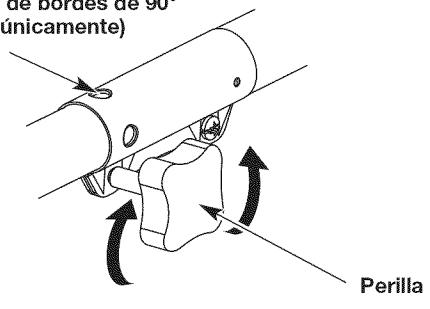
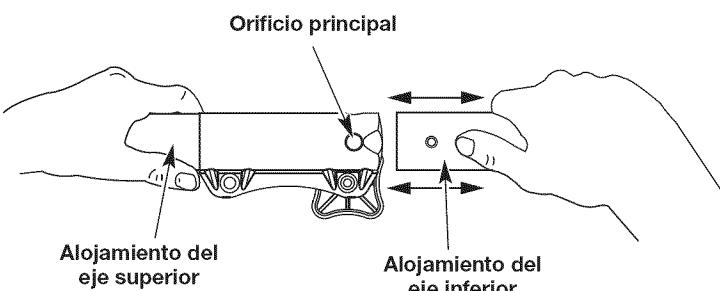

Fig. 1
Fig. 3
1. Gire la perilla en el sentido contrario a las agujas del reloj para aflojarla (Fig. 1).
2. Mientras sujetas con firmeza el accesorio, empújelo en línea recta dentro del acoplador hasta que el botón de liberación entre a presión y quede firme dentro del orificio principal (Fig. 3).
3. Gire la perilla en el sentido de las agujas del reloj para ajustar (Fig. 1).
PRECAUCIÓN: Antes de utilizar esta unidad, asegúrese de que el botón de liberación entre a presión completamente dentro del orificio principal (Fig. 3) y que la perilla (Fig. 1) quede bien ajustada.
Para un reborde decorativo con un accesorio de recorte, trabe el botón de liberación en el orificio de recorte de bordes de 90° (Fig. 1).
3. Mientras sujetas firmemente el alojamiento del eje superior, tire del accesorio de manera recta para sacarlo del acoplador (Fig. 3).